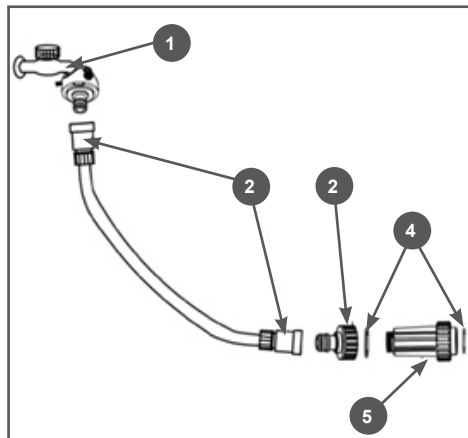

Рис.8 Подключение аппарата к водопроводу
1. Подсоедините к водопроводному крану шланг подачи воды (в комплект входит) (Рис. 8).
Если фильтр тонкой очистки (размер ячеек ≤ 100 мкм) уже установлен в системе очистки водопроводной воды, то установка фильтра 5 (Рис. 8) не требуется.